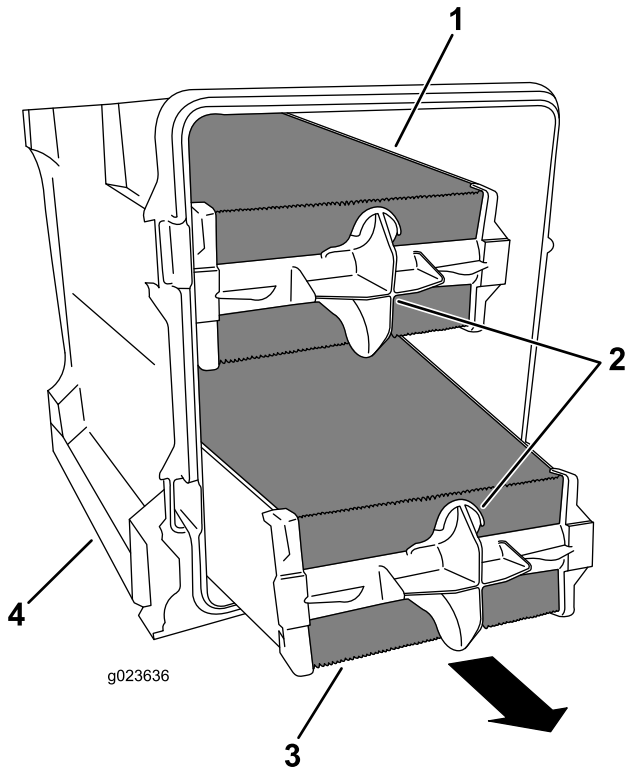

Figura 119
4. Usando los tiradores de los filtros de aire, retire el filtro primario de la tapa del limpiador de aire (Figura 119).